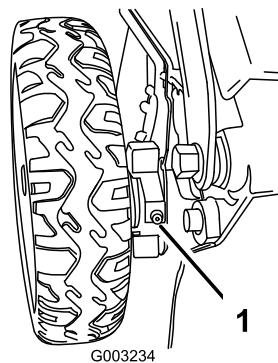

Figura 48
- Con un cencio pulito tergete i raccordi d'ingrassaggio, situati appena all'interno delle ruote posteriori (Figura 48).